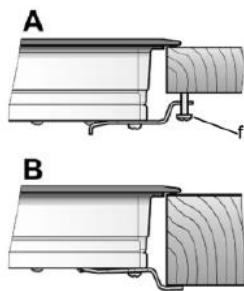

Рис. 9
4. Закрепите прилагаемые скобы в соответствующих местах корпуса варочной поверхности с помощью винтов F (см. рис. 9).